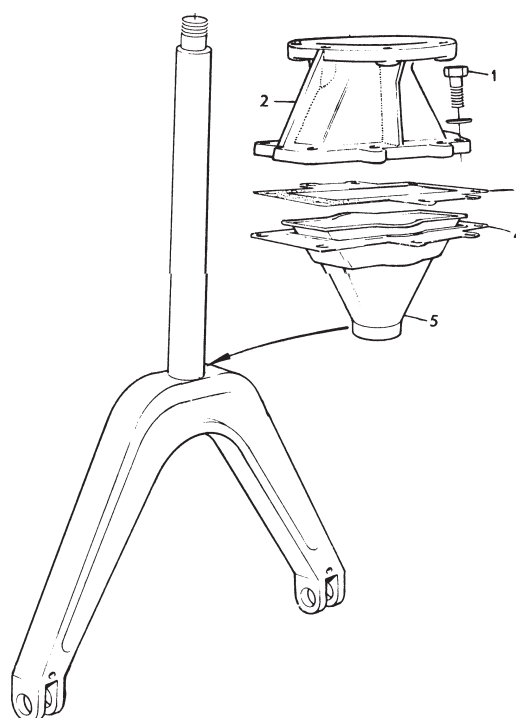

Fig. 38. Lyftgaffel och skyddsbälg
14. Lossa trimindikatorn och skruva loss de åtta skruvarna (1 fig. 38) som håller mellanstycket (2) vid skölden.
16. Skyddsbälgen är nu åtkomlig för byte. Lyft av den övre stålbrickan (3). Drag upp skyddsbälgen (5) från lyftgaffelns stång samt lyft av den undre stålbrickan (4).